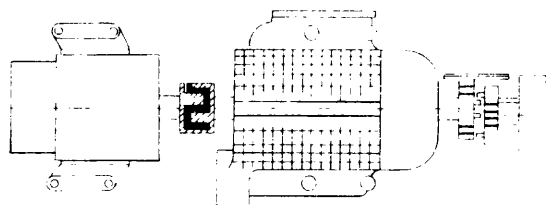

Fig. 2
- c Verifique la alineación de las bridas de unión, ciñéndose a las especificaciones del fabricante (fig. 2).